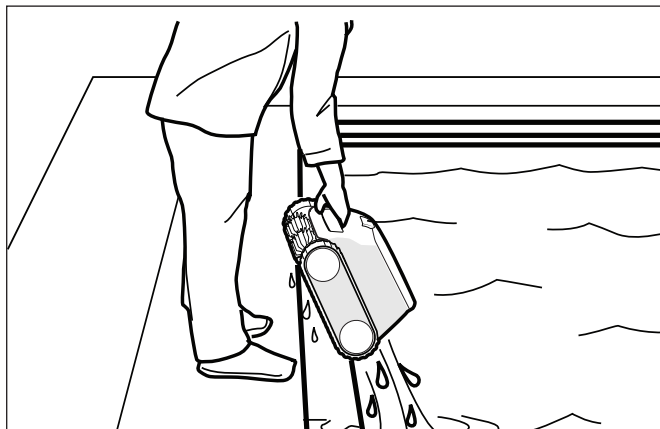

Figure 6. Retirez toujours le nettoyeur en utilisant la poignée
Utilisez la poignée pour soulever le nettoyeur de l'eau et tenez le nettoyeur à la verticale au dessus de la surface de la piscine pour le vider (Figure 6).
6. Lorsqu'il est à portée de main, retirez le nettoyeur de la piscine en utilisant la poignée. Le nettoyeur expulsera rapidement l'eau, rendant celui-ci plus léger pour faciliter son retrait de la piscine (Figure 6).